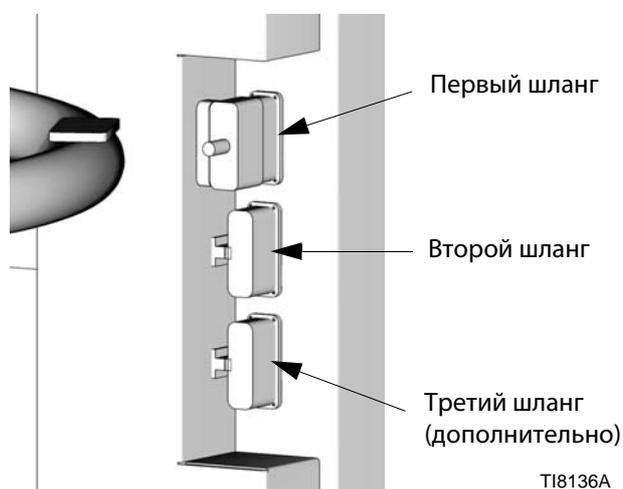

Рис. 4: Электрический блок управления, вид сзади
1. Надежно соедините 16-контактные электрические разъемы на длинных проводах подогреваемых шлангов с 16-гнездовым разъемом, расположенным в задней части электрической панели управления. См. Рис. 4.